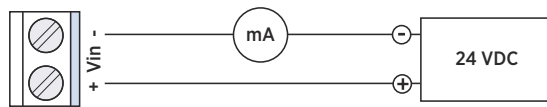

图 2 2 线输出的配线
- 2 线制输出：请参见图 2 (页 2)。提供 24 VDC 供电电压。